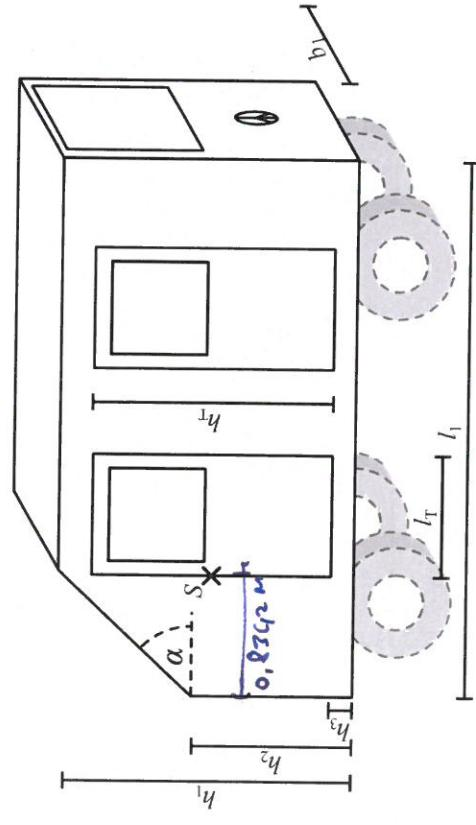
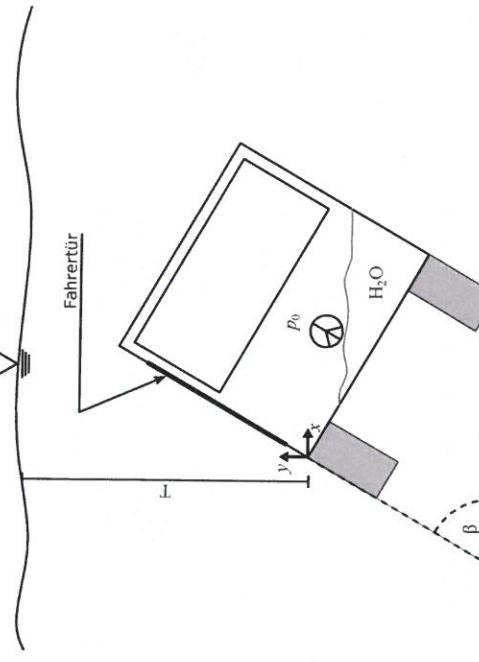

Abb. 1-1: Relevante geometrische Größen des Fahrzeugs
Abb. 1-2: Versunkenes Fahrzeug, Ansicht von hinten, Fahrertür links
(38P.) Für eine Heimfahrt bei Nacht und Nebel durch die Außenbezirke Stuttgarts haben Sie sich den alten Bus ihrer Großeltern geholt (vergleiche Abb. 1-1). Aufgrund schlechter Sicht und unvorsichtigen Fahrens kommen Sie von der Straße ab und finden sich plötzlich mitsamt des Fahrzeugs inmitten des Max-Eyth-Sees wieder.
- Die Geometrie des Fahrzeugs ist vereinfachend Abb. 1-1 zu verwenden.
- ~~a)~~) Das Fahrzeug schwimmt zunächst im See. Aktuell dringt kein Wasser ins Innere ein. Stellen Sie die Bedingung für den beschriebenen Zustand auf und berechnen sie die Eintauchtiefe h_E des Fahrzeugs. (5)
- Luft entweicht und die Fahrerkabine und Hohlräume in der Karosserie beginnen sich nun ebenfalls mit Wasser zu füllen. Dass Fahrzeug sinkt auf Grund und bleibt unter einem Winkel $\beta = 60^\circ$ dort stehen (siehe Abb. 1-2). Die Fahrertür befindet sich deutlich über der Wasseroberfläche im Innern der Kabine. Im mit Luft gefüllten Teil herrscht nun wieder p_0 .
- ~~c)~~) Das Fahrzeug schwimmt zuerst im See. Aktuell dringt kein Wasser ins Innere ein. Stellen Sie die Bedingung für den beschriebenen Zustand auf und berechnen sie die Eintauchtiefe h_E des Fahrzeugs. (6)
- Hf)** Im Punkt S, mittig am linken Rand der Fahrertür, befindet sich ein Scharnier (siehe Abb. 1-1). Stellen sie zunächst den differentiellen Momentenvektor dM mit den allgemeinen Koordinaten für $S = (x_S, y_S, z_S)$ auf. Berechnen Sie die Momentenkomponente M_z . Berücksichtigen Sie dabei den Fahrzeuginnendruck p_0 . Momente gegen den Uhrzeigersinn sind dabei als positiv zu behandeln.